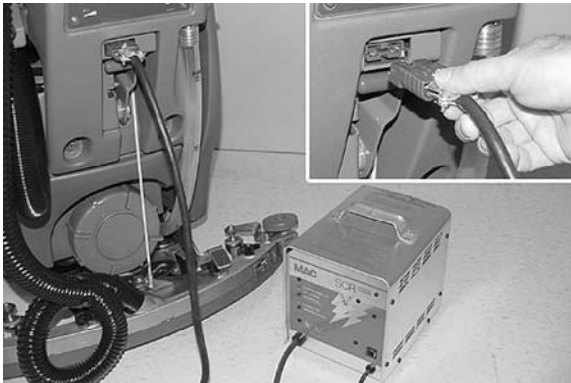

РИС. 48
11. Проводите подзарядку батарей, если машина использовалась в общей сложности 30 и более минут (Рисунок 48). (См. раздел ПОДЗАРЯДКА БАТАРЕЙ).